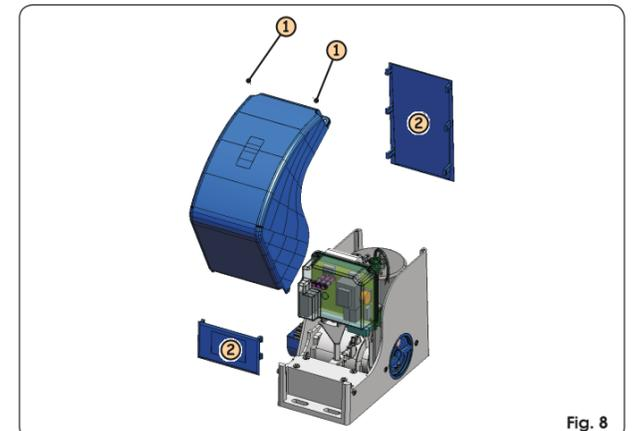

Fig. 8
- 1 Quite la tapa del motor, para ello destornille completamente los 2 tornillos de fijación superiores (Fig.8 ref. 1).
- 3 Retire las 2 protecciones laterales (Fig.8 ref.2).